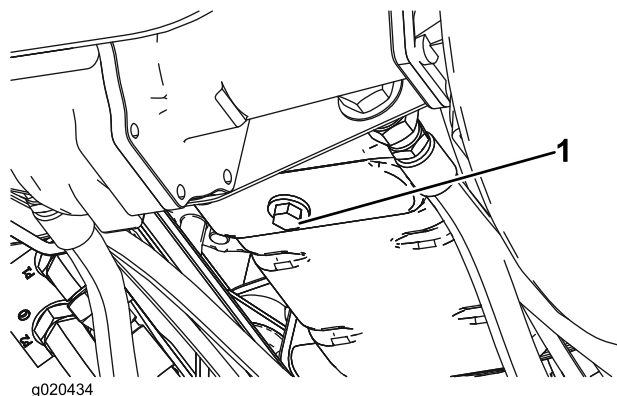

Figure 49
1. Retirez le bouchon de vidange (Figure 49) et laissez couler l'huile dans un bac de vidange. Remettez le bouchon en place lorsque la vidange d'huile est terminée.